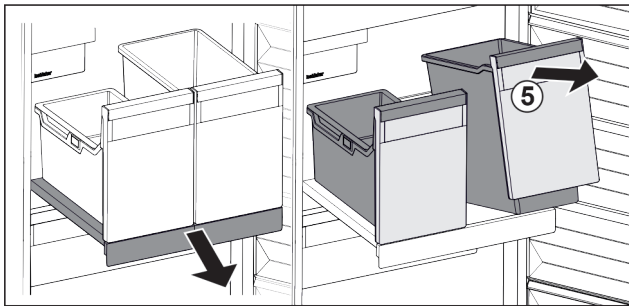

Fig. 123
- ▶ Sollevare il contenitore Fig. 123 (5) dal lato anteriore.